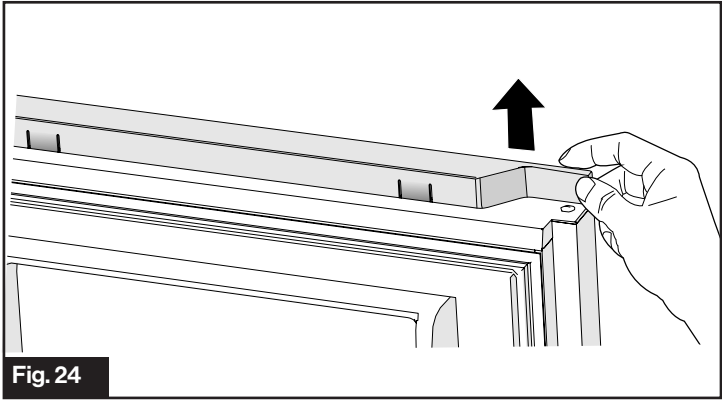

Fig. 24
1. Sujete la parte derecha de la tapa superior y tire hacia arriba para retirarla. (Fig. 24)